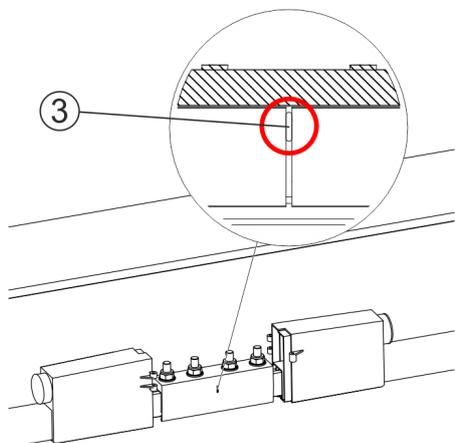

Fig. 74 : Pousser la deuxième extrémité du rail dans éclisse.
- Pousser le rail conducteur de la deuxième extrémité du rail jusqu'à l'arrêt (pos. 3) de l'éclisse (Fig. 74).